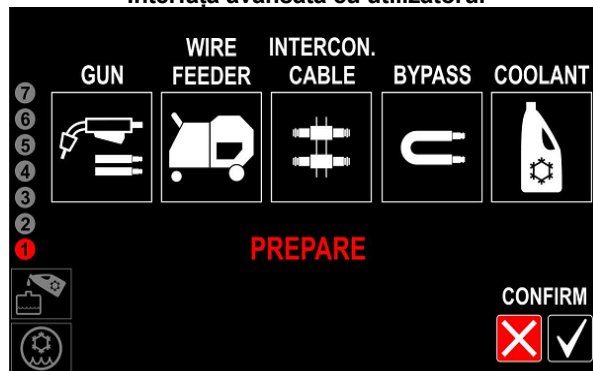

Figura 14
- La prima conectare a aparatului **COOL ARC® 60**, sursa de sudură va porni automat procedura de umplere (Figura 14 sau 22). Îndepărtați capacul rezervorului, pentru a preveni generarea unui vid parțial.